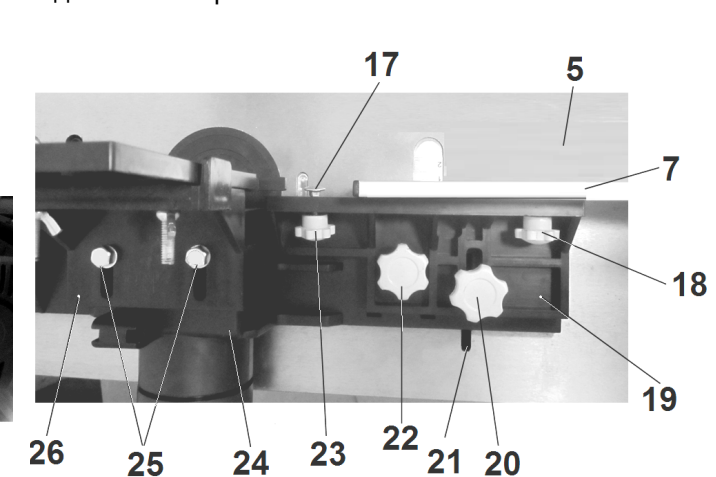

Рис.5
8.4. Установка стойки направляющих и прижимных планок, углового упора, Рис. 5 - 7.
8.4.3. Как показано на Рис. 5, на стойке направляющих планок (26) установите винты (17) с гайками (23), установите направляющие планки (7), положение планок закрепите гайками (23).